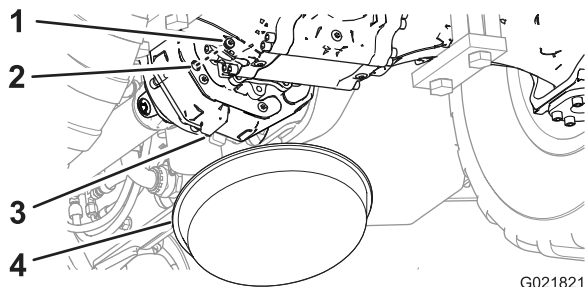

Bild 73
1. Stellen Sie eine Auffangwanne unter die Rückseite des Getriebegehäuses (Bild 73).
2. Entfernen Sie die Schraube aus der Schauglasöffnung im Getriebe (Bild 73).
3. Prüfen Sie den Ölstand im Getriebe in der Schauglasöffnung. Der Stand sollte an der Unterseite des Gewindes der Öffnung liegen (Bild 73).
6. Setzen Sie die Schauglasschraube in die Schauglasöffnung im Getriebegehäuse ein (Bild 73).